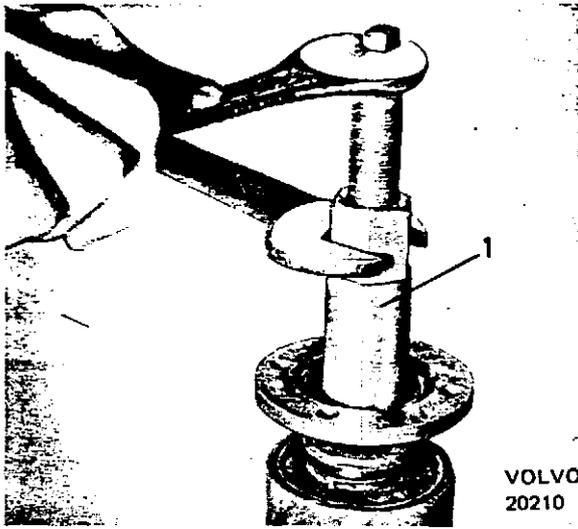

Abb. 10. Einbau des Antriebsflansches
4. Antriebsflansch mit Hilfe des Preßwerkzeugs SVO 1845 aufpressen (Abb. 10). Antriebsflanschnutter mit Unterlegscheibe einbauen. Festzug der Mutter auf 28–30 mkp.